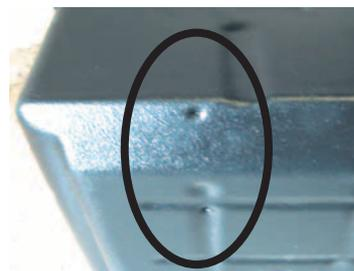

Fig. 2
2.1.1 ALABOX e ALABOX-C sono predisposti con punzoni per la foratura (a SX o a DX) (fig. 2) necessaria al passaggio delle connessioni da allacciare al climatizzatore Mitsubishi Electric.